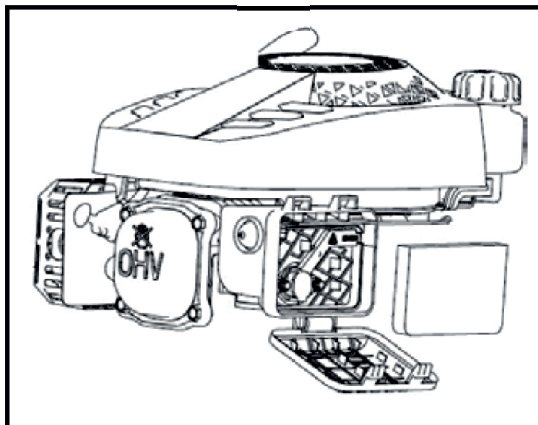

Рис. 16
1. Откройте крышку воздушного фильтра и извлеките фильтрующий элемент (Рис. 16)